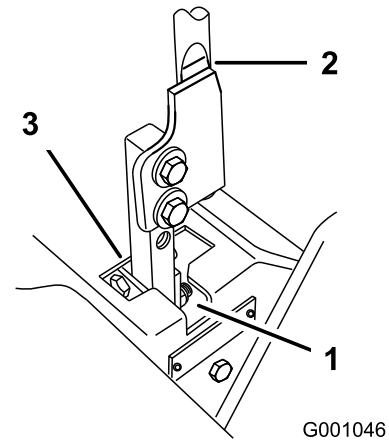

Figura 73
5. Mueva la palanca a la posición de punto muerto, pero **no a la posición de bloqueo** (Figura 73).
6. Tire hacia atrás de la palanca hasta que el pasador (en el brazo debajo del eje pivotante) entre en contacto con el extremo de la ranura (empezando justo a tensar el muelle) (Figura 73).
7. Compruebe la posición de la palanca de control con relación a la muesca de la consola (Figura 73). Debe estar centrada para que la palanca pueda girar hacia fuera a la posición de bloqueo/punto muerto.